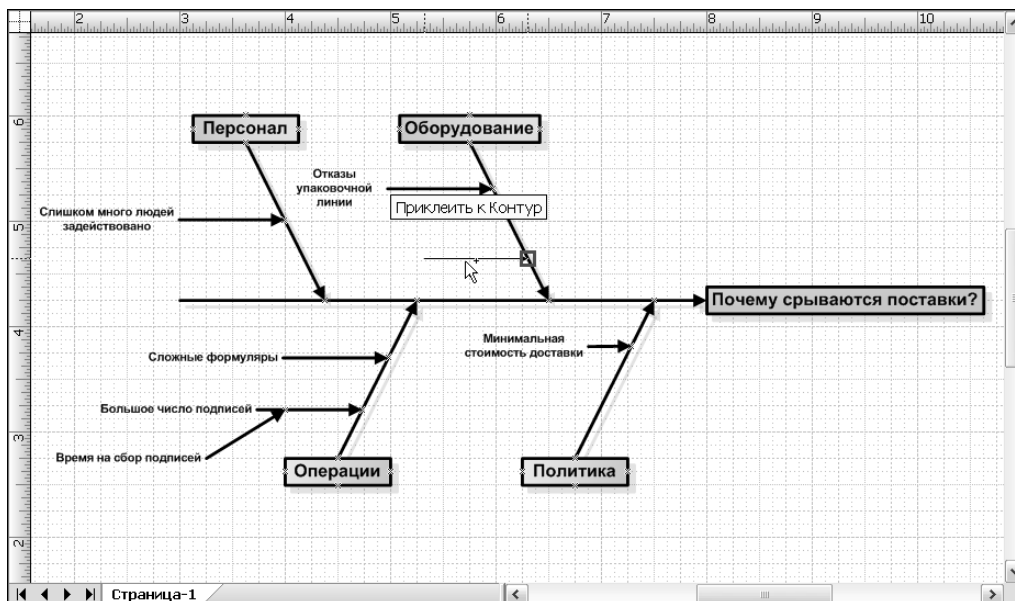

Рис. 16.3. Фигуры схемы причинно-следственных связей могут приклеиваться к любой точке схемы
5. Чтобы отобразить главные причины в рамках категорий, перетащите фигуры *Основная причина* на страницу документа, чтобы их стрелки могли приклеиться к линиям категорий, как показано на рис. 16.3.